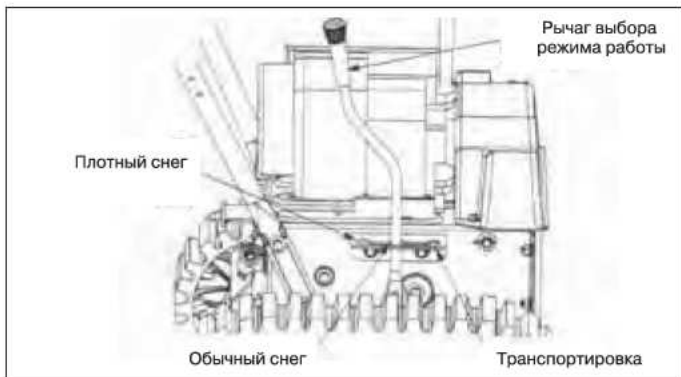

Рис. 12
- Рычаг выбора режима работы гусениц (доступен для модели S7513-T) (См. рис.12). Рычаг выбора режима работы расположен на правой стороне снегоуборщика и используется для выбора положения корпуса шнека и метода работы гусениц. Пере-местите рычаг в одно из трех положений в зависимости от условий работы: